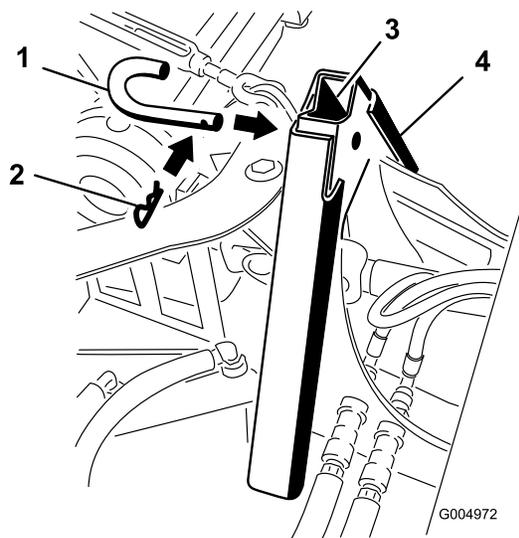

Figura 14
- Unite gli adattatori e fissateli con il perno dell'attacco e la coppia, come illustrato in Figura 14. Per sostenere carichi maggiori è possibile utilizzare in alternativa un dado e un bullone.